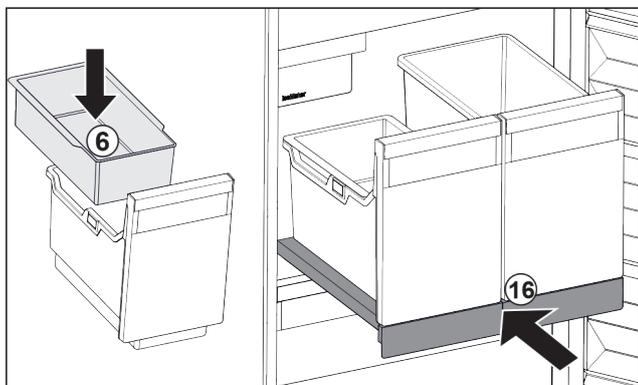

Fig. 101
- ▶ Inserire la vaschetta da agganciare Fig. 101 (6) per i cubetti di ghiaccio.
- ▶ Inserire il ripiano estraibile con il contenitore (IceTower). Fig. 101 (16)